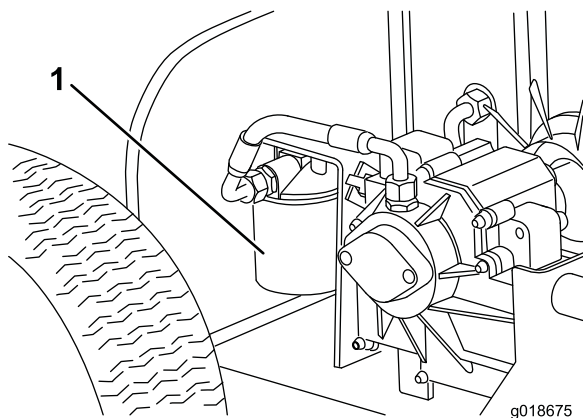

図 21
4. フィルタ容器の周辺をウェスできれいにぬぐう (図 21)。